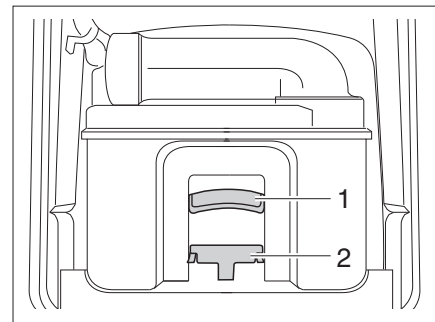

Bild 151 Thetford-Kassette
- Haltebügel (Bild 151,2) nach vorne ziehen um die Toiletten-Kassette zu entriegeln und Kassette am Griff (Bild 151,1) herausziehen.